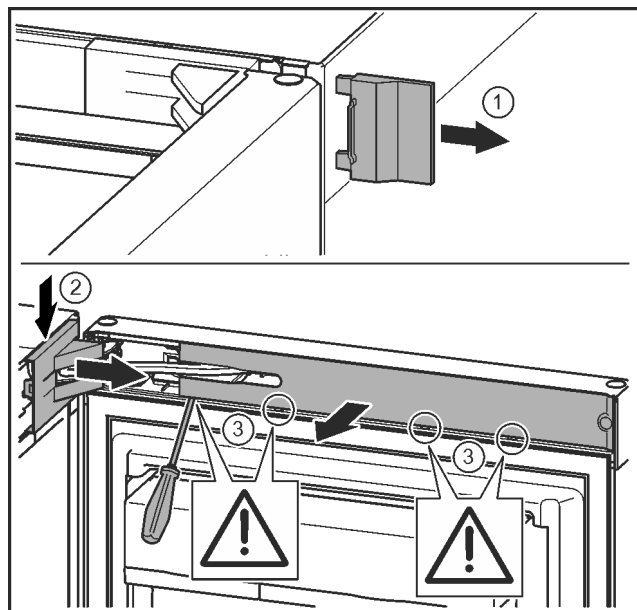

Fig. 12
- ▶ Snemite zunanji pokrov. Fig. 12 (1)
- ▶ Snemite in odstranite pokrov ležajnega podstavka. Snemite pokrov ležajnega podstavka. Fig. 12 (2)
- ▶ S ploščatim izvijačem staknite zaslonko in jo obrnite k strani. Fig. 12 (3)